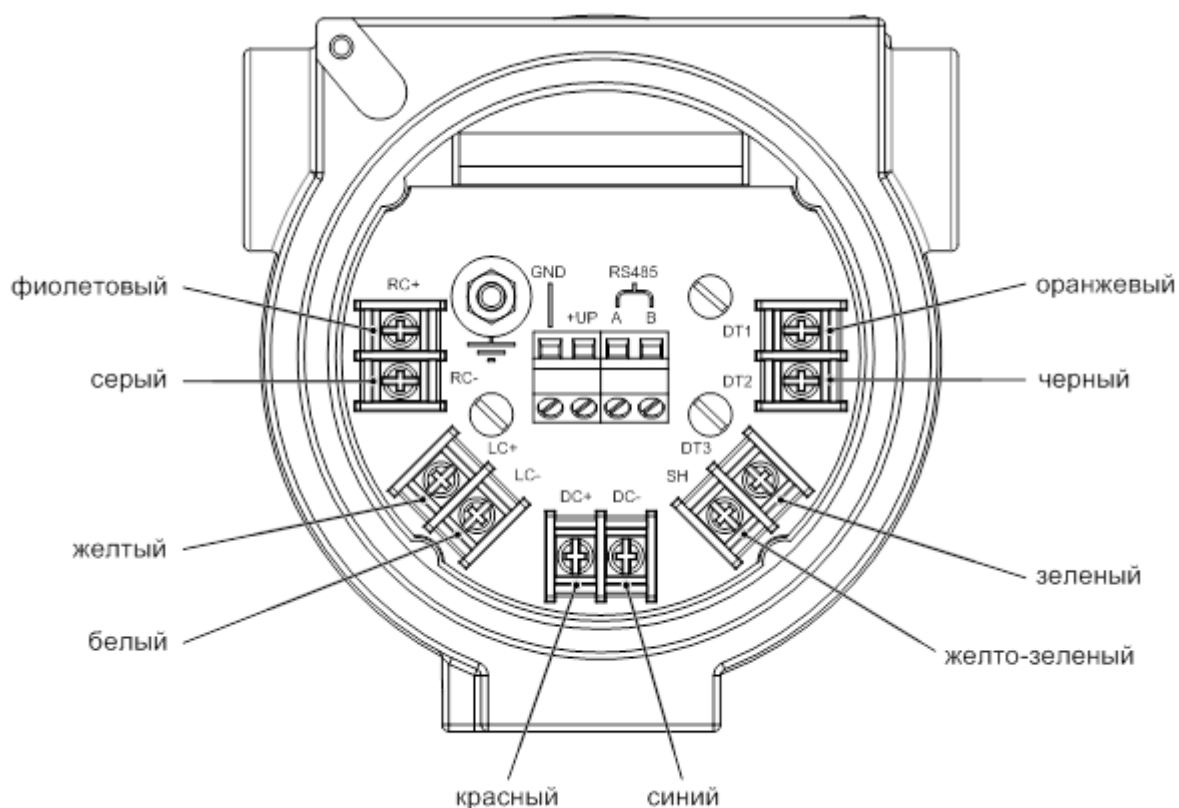

Рисунок 2.6 – Клеммная колодка для подключения специального кабеля¹
- 5) Зажмите девять проводов кабеля в клеммные колодки в соответствии с цветами изоляции (рисунок 2.6), зажмите экранированный проводник (прилож. Е) в клемму SH;
5) Зажмите девять проводов кабеля в клеммные колодки в соответствии с цветами изоляции (рисунок 2.6), зажмите экранированный проводник (прилож. E) в клемму SH.
11) Зажмите четыре провода кабеля в клеммные колодки так, чтобы одна витая пара была подключена к клеммам «RS485 A, B», вторая витая пара должна быть подключена к клеммам «+UP» и «GND» (рисунок 2.6). В исполнении по компоновке I кабель уже подключен к цепям в МП по следующей схеме:
12) Подсоедините экранирующий проводник кабеля к винту заземления внутри корпуса ИМ (рисунок 2.6);
5) Зажмите четыре провода кабеля в клеммные колодки в соответствии со схемой монтажа, выбранной в п.2.2.10 (рисунок 2.6);
6) Если для подключения используется экранированный кабель, подсоедините экранировку к винту заземления внутри корпуса клеммной коробки (рисунок 2.6);